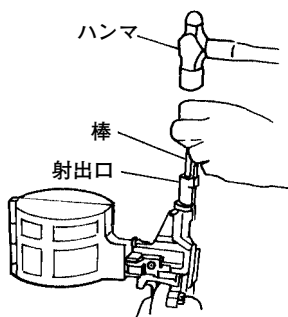

図 23
- 釘をマガジン内より抜き取り、釘ガイドを開き、射出口から細い棒を入れハンマでたたきます。(図 23)